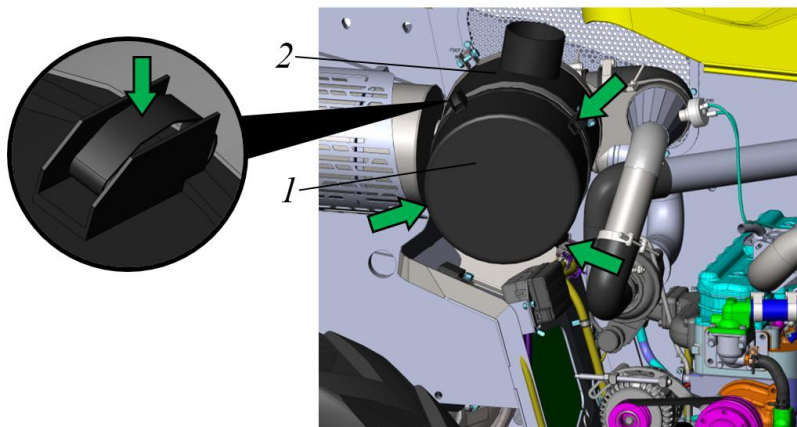

Рисунок 5.23. Обслуживание системы впуска воздуха
В корпус фильтра установлен основной и дополнительный фильтрующие элементы. Периодичность замены воздушных фильтров см. карту ТО п. 5.1 **График работ по контролю и техобслуживанию**. В случае срабатывания датчика засоренности воздушного фильтра 1 (рис. 5.23) независимо от наработки необходимо продуть или заменить фильтр(ы).
- ▶ Отстегнуть 4 замка (место расположение замков показаны стрелками) на корпусе фильтра 3, см. рис. 5.23.
- ▶ Установить крышку 1 на корпус фильтра 2, рис. 5.23, так чтобы стрелка на крышке фильтра была направлена строго вверх.
- ▶ Застегнуть 4 замка (место расположение замков показаны стрелками) на корпусе фильтра 2, см. рис. 5.23.